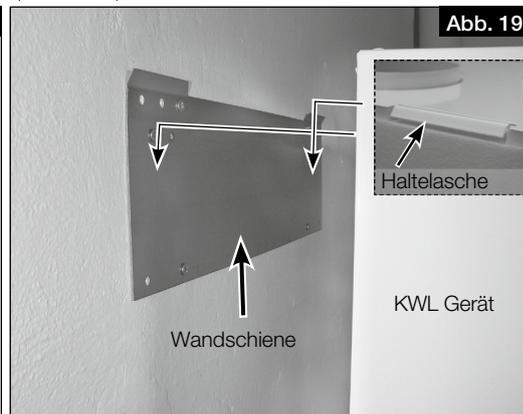

Abb. 19
5. Gerät an den Haltetaschen in die Wandschiene einhängen (s. Abb. 19).